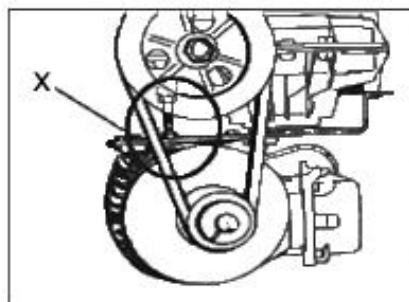

Рисунок 18
• С помощью специального регулировочного болта Х отрегулируйте натяжение приводного ремня (рисунок 18).